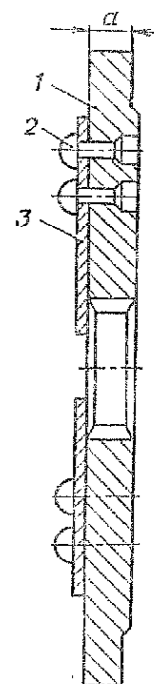

Рис. 219. Диск ведомый привода лебедки в сборе:
2.10. Ведомый диск привода лебедки в сборе (рис. 219)